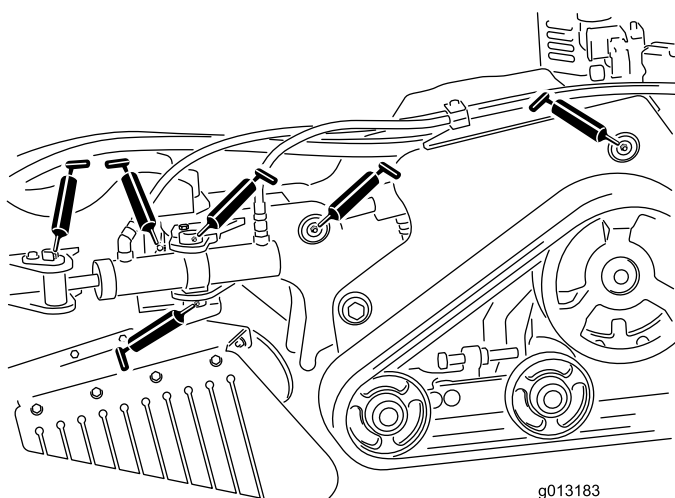
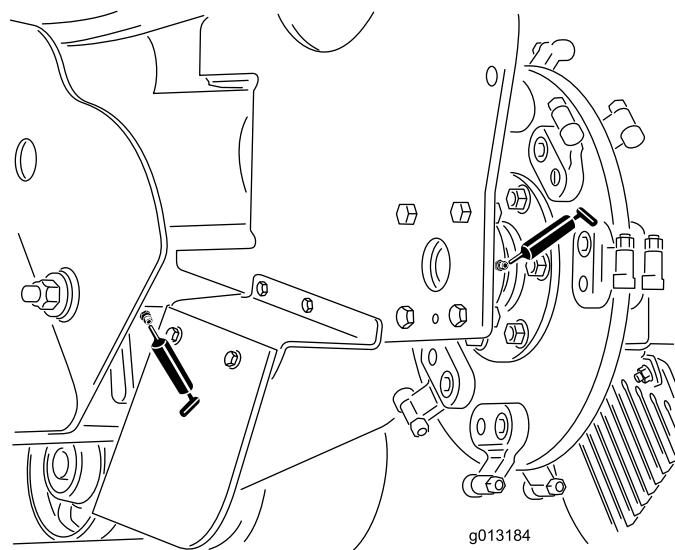

Bild 28
Bild 29
3. Setzen Sie die Fettpresse nacheinander an allen Nippeln an (Bild 28 und Bild 29).